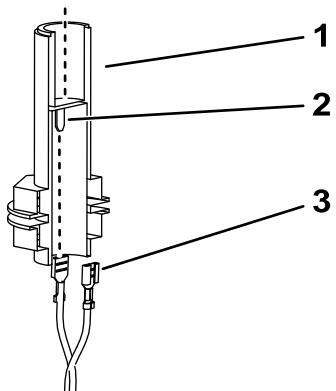

Figura 11
4. Conecte los conectores sueltos del arnés de la baliza a los conectores planos de la base de la baliza (Figura 11).